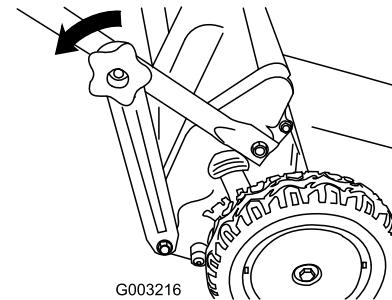

Figure 17
- Retirez les boutons de fixation des supports aux extrémités de la partie inférieure du guidon (Figure 17).